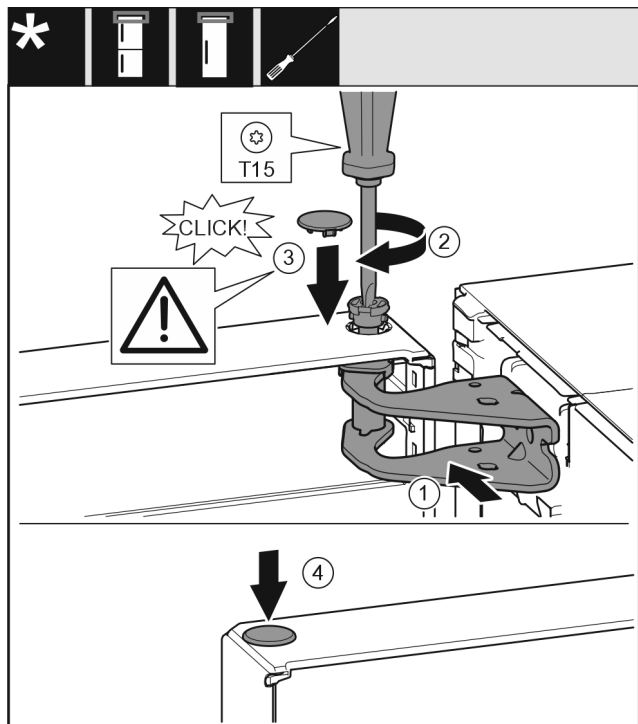

Fig. 26
- Poravnajte gornja vrata prema otvoru u podlošku ležaja Fig. 26 (1).
- Umetnite svornjak Fig. 26 (2) i pritegnite ga odvijačem.
- Postavite poklopac Fig. 26 (3).
- Provjerite da poklopac Fig. 26 (3) naliježe na vrata.
- Postavite poklopac Fig. 26 (4).